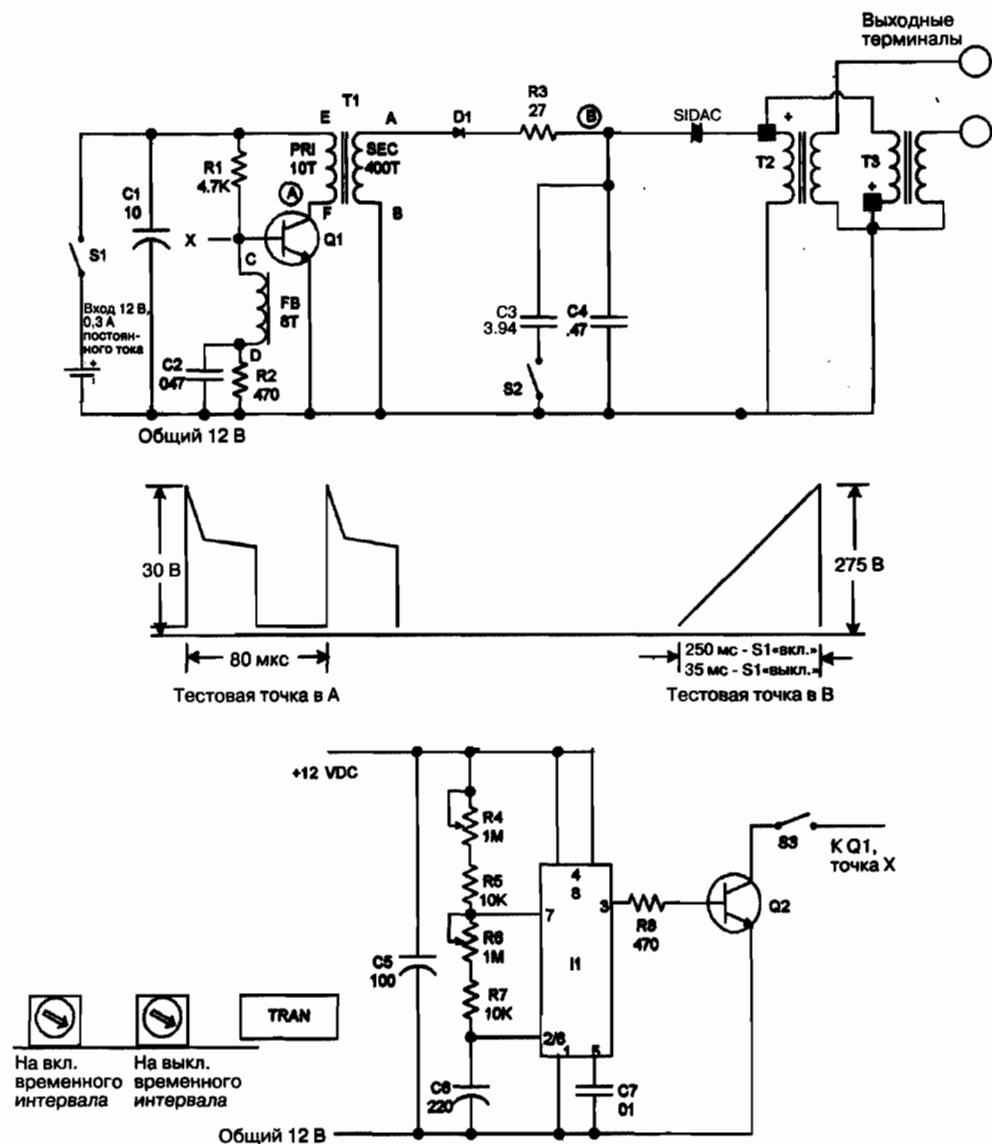

Рис. 15.2. Принципиальная схема генератора молнии Тесла
На рис. 15.2 показана схема устройства. Высокое напряжение постоянного тока вырабатывается схемой импульсного блокинг-генератора на транзисторе Q1 с двумя обмотками трансформатора T1 – коллекторной и базовой, которая создает сильную положительную обратную связь, в силу чего устройство работает в автоколебательном режиме генерации коротких импульсов. Ток первичной обмотки I увеличивается как функция  $Et/L$  (при включенном Q1), где E – приложенное напряжение, по схеме 12 В постоянного тока, а L – индуктивность первичной обмотки T1. Это увеличение тока приводит к тому, что напряжение на обмотке обратной связи удерживает Q1 во включенном состоянии вследствие подачи тока базы через резистор R2 и ускоряющий конденсатор C2. Насыщение сердечника T1 вследствие высокого постоянного тока в первичной обмотке вызывает снижение напряжения базы до 0, выключая Q1. Выключение Q1, в свою очередь, приводит к возникновению обратного напряжения на вторичном смещающем диоде D1 и зарядных конденсаторах C3 и C4. Когда конденсатор заряда достигает порога напряжения срабатывания кремниевого симисторного переключателя SIDAC (около 300 В), он включается, разряжая емкость конденсаторов в первичные встречно включенные обмотки импульсных трансформаторов T2 и T3. Эта энергия вызывает быстрый рост прямого тока, вырабатывая выходные импульсы высокого напряжения, необходимые для демонстрации вспышки.
3. Включите S3 и наблюдайте циклическую демонстрацию искрового разряда с примерным повторением цикла «100 секунд включено», «100 секунд выключено» (устанавливается вращением осей переменных сопротивлений R4 и R6 по часовой стрелке до конца (см. рис. 15.2)). Эти временные интервалы независимо друг от друга изменяются в широких пределах переменными сопротивлениями R4 и R6. Мы предлагаем именно эти временные установки. При таких показателях создается низкий уровень нагрузки, и устройство можно оставить работать постоянно.